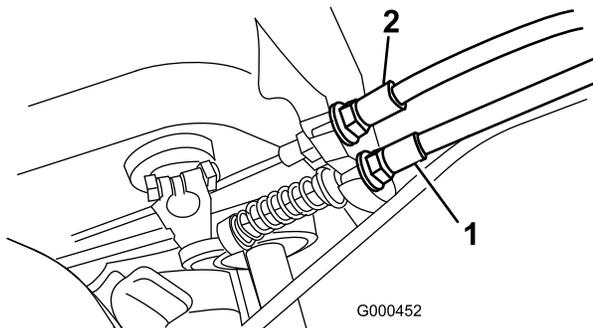

Bild 49
2. Wenn Sie die Zugspannung erhöhen möchten, lösen Sie die Klemmmutter des vorderen Zugs und ziehen Sie die Klemmmutter des hinteren Zugs an (Bild 49), bis eine Kraft von 4,5 bis 5,9 kg benötigt wird, um den Fahrtrieb zu aktivieren.